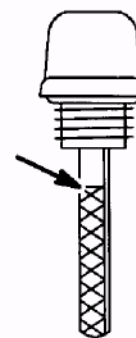

Рис. 3
d) Дополните уровень масла до отметки на щупе. (см рис. 3)